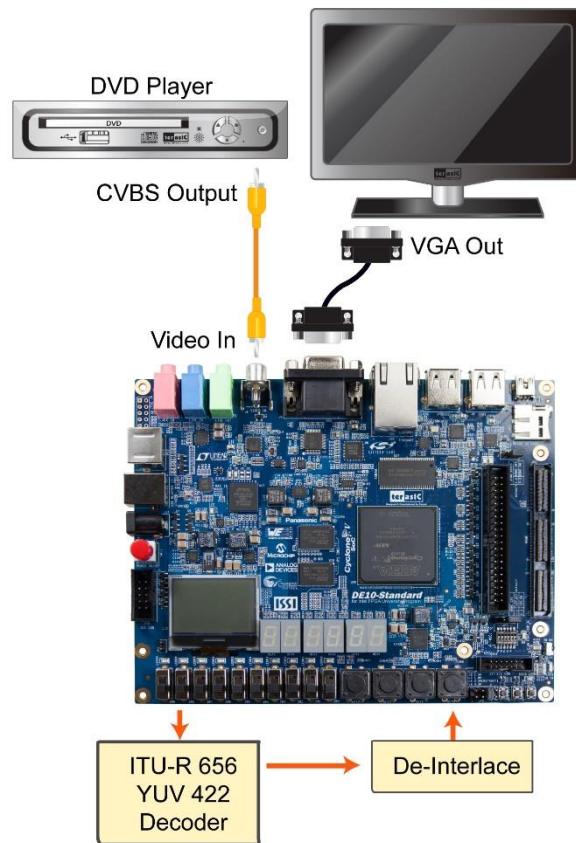

图 5-10 电视盒示例的运行设置
• 如图5-10所示，将DVD播放器的复合视频输出端（黄色插头）连接到DE10_Standard开发板的Video-in RCA插孔(J6)。DVD播放器必须配置成NTSC格式输出、60Hz刷新率、4:3显示器宽高比和非逐行扫描格式视频。